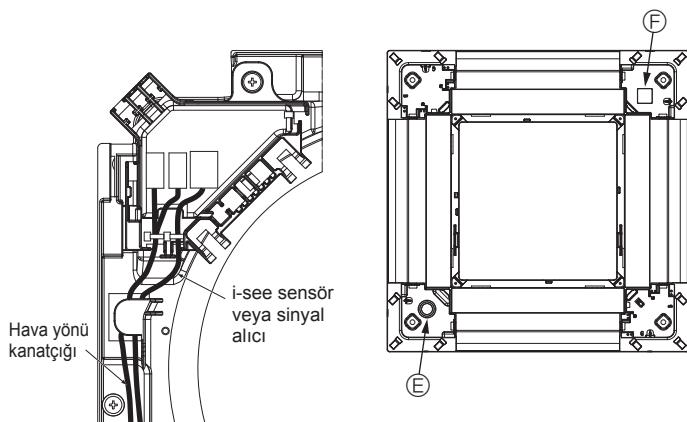

Fig. 5-14
- I-See sensörü ve sinyal alıcısı kablolarnı Fig. 5-14'deki gibi yönlendirin.